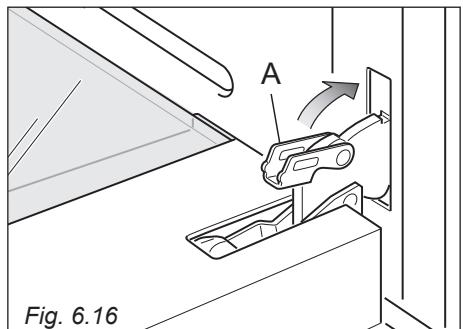

Fig. 6.16
4. Fermer le levier "A" sur les charnières gauche et droite (fig. 6.16).